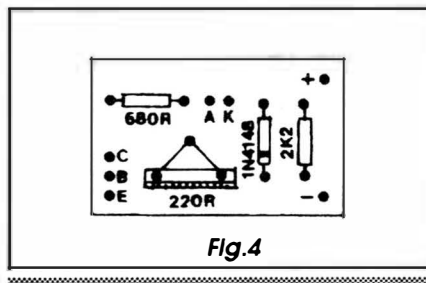

Fig.4
- FIG. 4 - CHAPEADO DA MONTAGEM - O lado não cobreado da placa, também em tamanho natural, mostra os principais componentes (menos o transistor sensor e o LED, que ficam externamente posicionados...) do circuito, em sua pequeníssima quantidade, todos identificados pelos seus valores, polaridade, etc. Pela extrema singeleza do arranjo, basta não trocar os valores dos dois resistores fixos, e colocar o único diodo em posição correta (ver a faixa ou anel de referência, numa das extremidades da peça...). No mais, é verificar com atenção a qualidade dos pontos de solda (pela outra face da placa...) antes de cortar as sobras das *pernas* dos componentes, passando então à próxima fase (também simples...), relativa às conexões externas... Quanto à colocação do *trim-pot* talvez seja necessária uma pequena retificação (feita com alicate de bico...) nos seus terminais, antes da inserção, além de um certo alargamento prévio nos furos das respectivas ilhas (já que os referidos terminais são um pouco mais *taludos* do que os dos resistores, diodos, etc....).